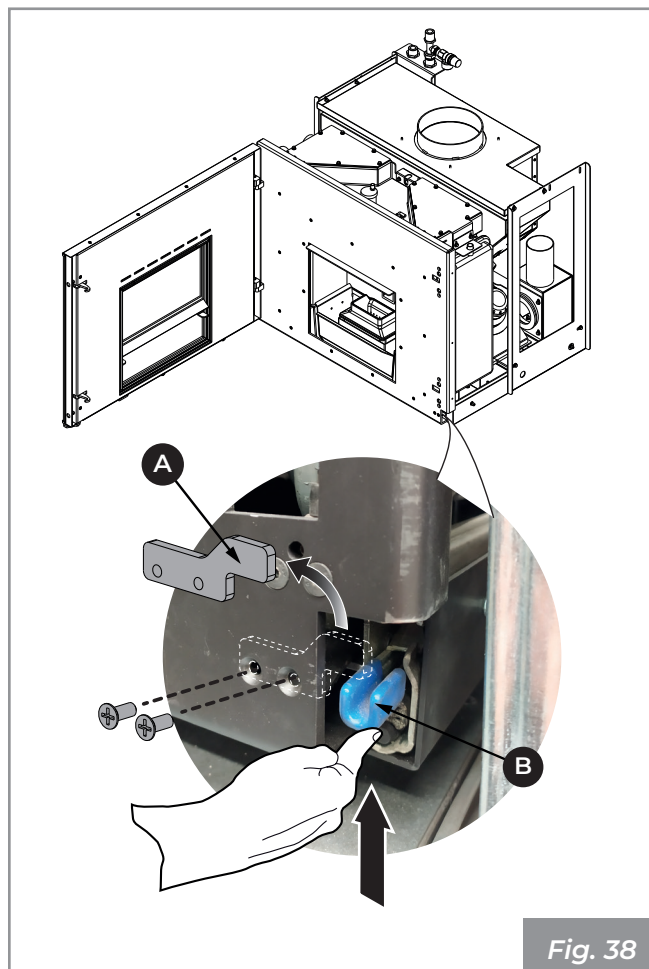

Fig. 38
- Abra la puerta y desmonte el estribo de seguridad (A - **Fig. 38**) desenroscando los dos tornillos de fijación;
- levante la palanca para desbloquear el deslizamiento (B - **Fig. 38**);